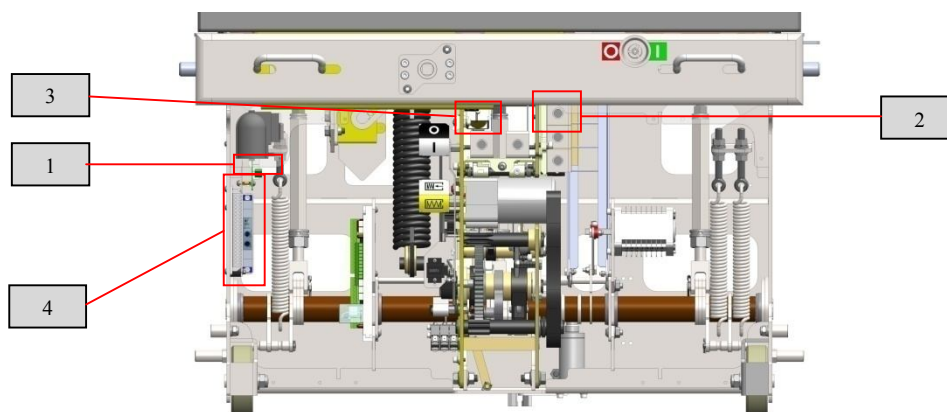

Рис. 8 Минимальный расцепитель напряжения
Опционально в выключатель устанавливается минимальный расцепитель напряжения (рис. 8). Минимальный расцепитель состоит из платы управления (1), электромагнита отключения (2) и электромагнита блокировки включения с микропереключателем (3).